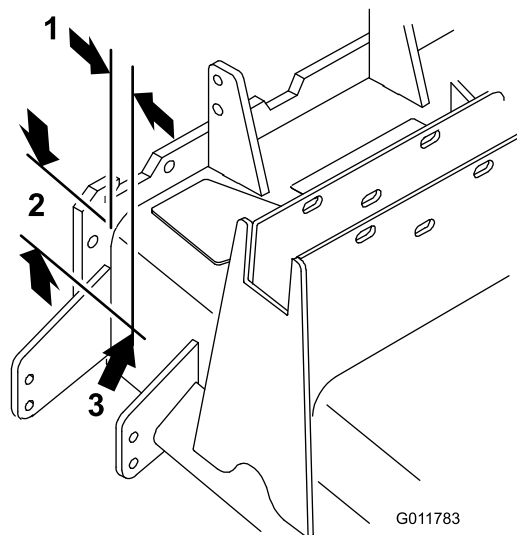

Figura 6
6. Servendovi delle quote riportate in Figura 6, individuate la posizione corrispondente nell'angolo anteriore destro dell'elemento di taglio, contrassegnatela e praticate nella medesima un foro con diametro di 1,03 cm.